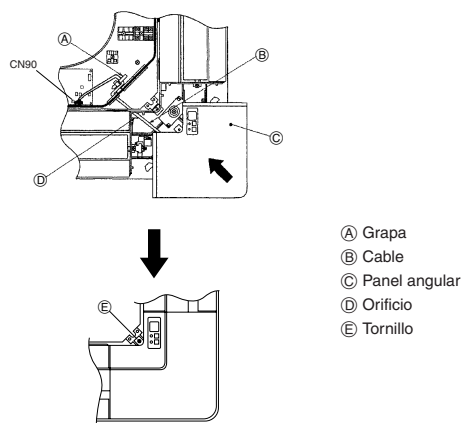

Fig. 9-10
- ② Desconecte el conector del motor de paleta del ventilador que desee bloquear. (Mientras presiona el botón, extraiga el conector en la dirección indicada por la flecha tal y como se indica en el diagrama.) Después de extraer el conector, aíslalo con cinta aislante.
9.6. Instalación del sensor inalámbrico (Fig. 9-10)